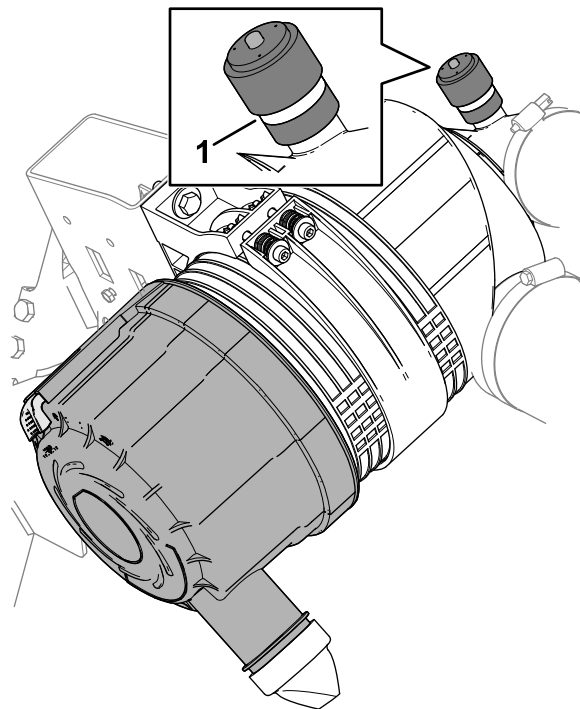

Figura 117
3. Verificați indicatorul de service de la capătul carcasei filtrului de aer (Figura 117).